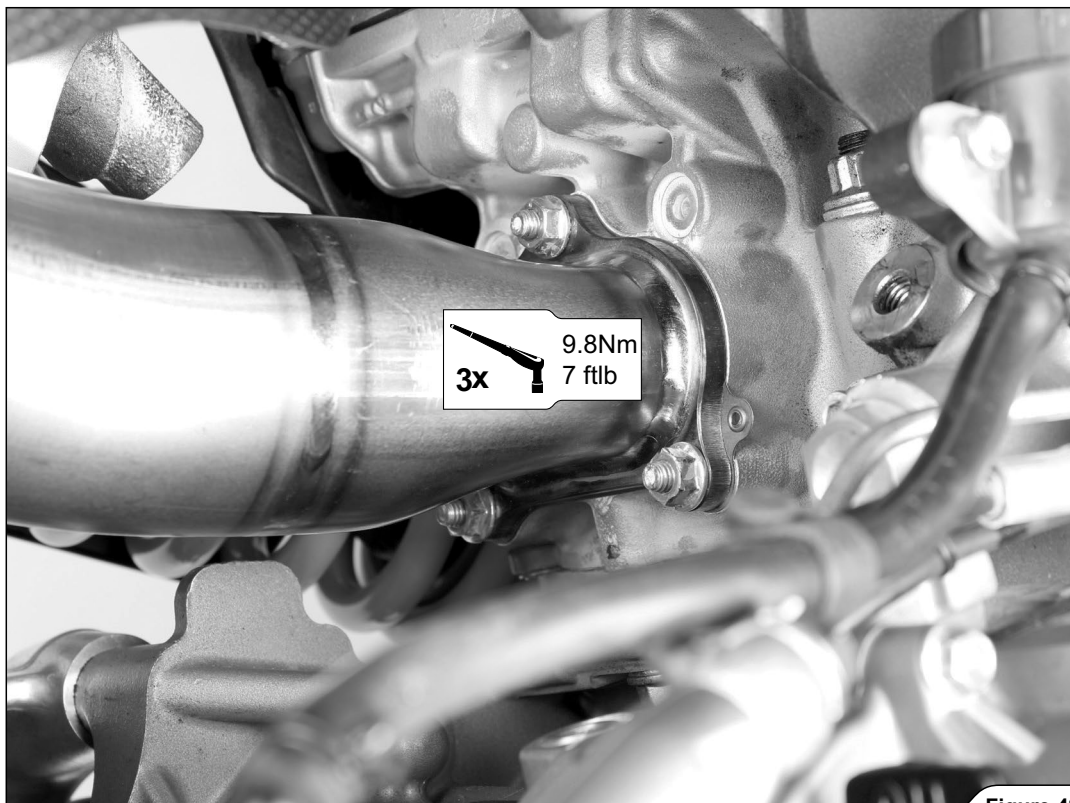

Figure 42
12. Serrer les deux collecteurs au couple prescrit (Figures 42, 43).
12. Beide Krümmern mit dem vorgeschriebenen Anzugsmoment (Figure 42, 43) anziehen.